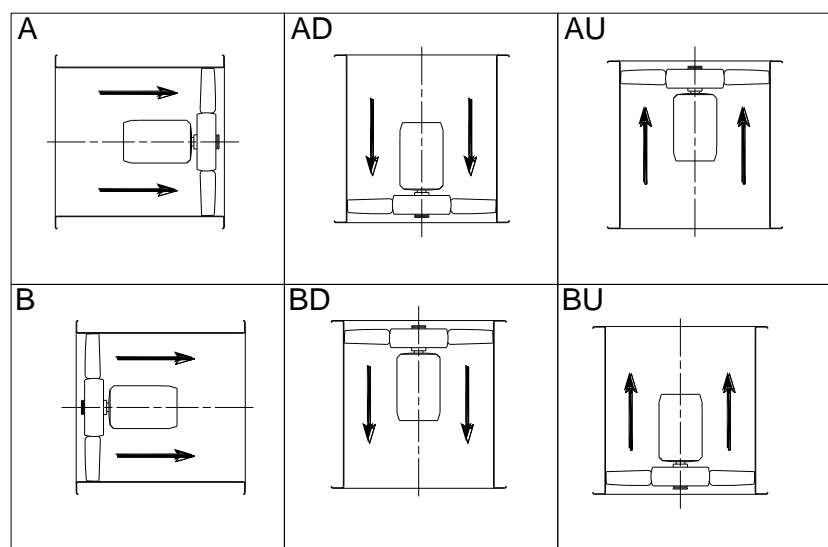

Abb. 2-2 Bestimmung des Luftstroms
- Luftstrom: In einem Axialventilator sind zwei Richtungen für die geförderte Luftmasse möglich, vom Motor zum Laufrad (Strömung A) oder vom Laufrad zum Motor (Strömung B); siehe Abb. 2-2;